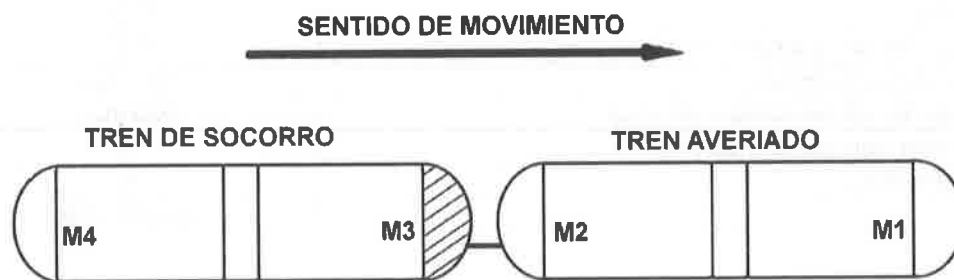

Figura 5-5. Tren socorro con cabina de mando en posición intermedia.
2. El tren de socorro debe acoplarse a una velocidad inferior a 5 km/h en el extremo trasero (Figura 5-5) o delantero (Figura 5-6) del tren averiado.